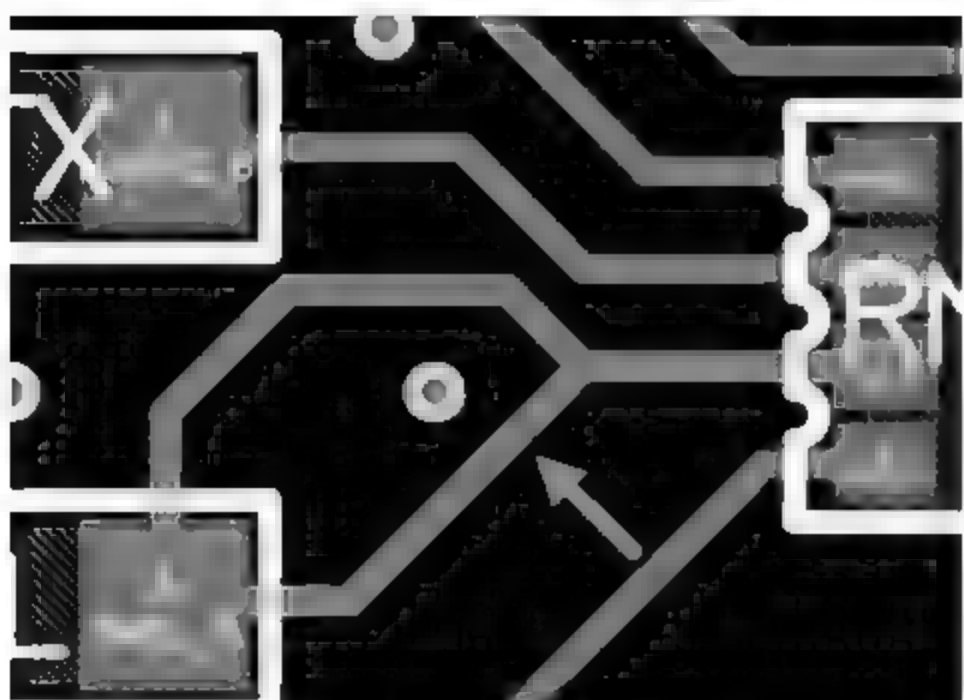

图 8-62 闭合回路
21. 布线过程中,出现闭合回路无法自动删除,如图 8-62 所示。能不能通过设置使其自动移除?